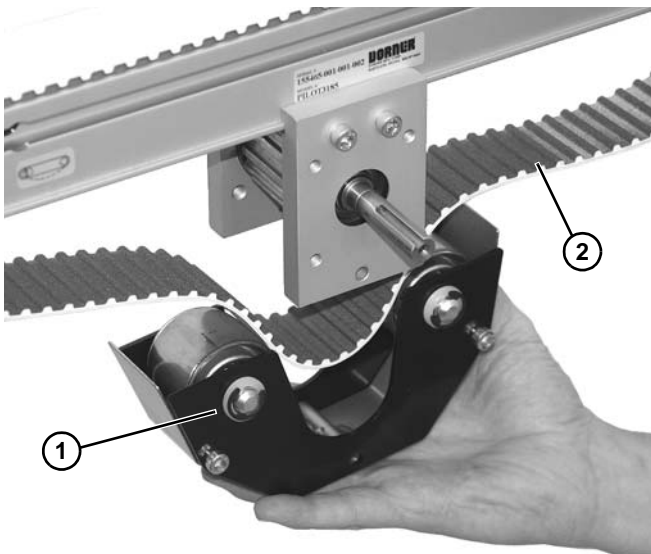

Figura 90
9. Suba el conjunto tipo Mid Drive (**Figura 90, artículo 1**) en la banda (**Figura 90, artículo 2**).